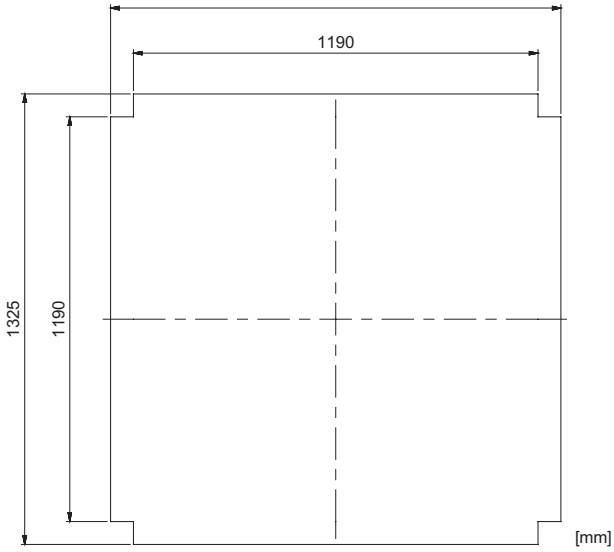
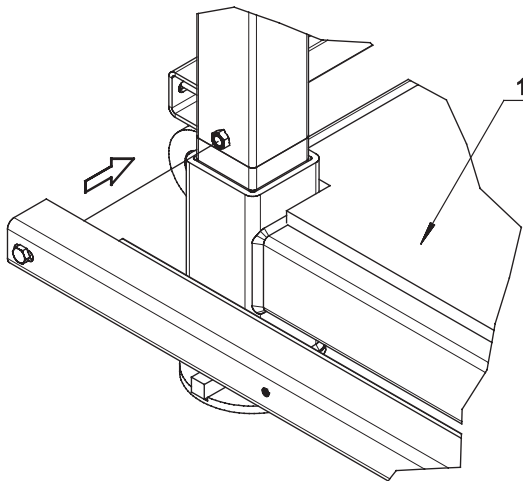

Abbildung 21. Maße für die Bodenschalung aus Sperrholz.
Abbildung 22. Beispiel für die Platzierung der Unterstützungsträger.
5.1. Stellen Sie sicher, dass alle vier Eckpfosten korrekt in den unteren Rahmen eingesetzt sind. Schneiden Sie eine 18 mm-Schalungssperrholzplatte gemäß EN 636-3 in die in Abbildung 21 gezeigte Form und platzieren Sie sie in der Mitte des unteren Rahmens. Schrauben Sie die acht Unterstützungsträger in die Schweißmuttern an den Eckpfosten. Verwenden Sie die an den Unterstützungsträgern angebrachten Schrauben. Siehe Abbildung 22. In diesem Schritt ist es nicht notwendig, die Schrauben festzuziehen.